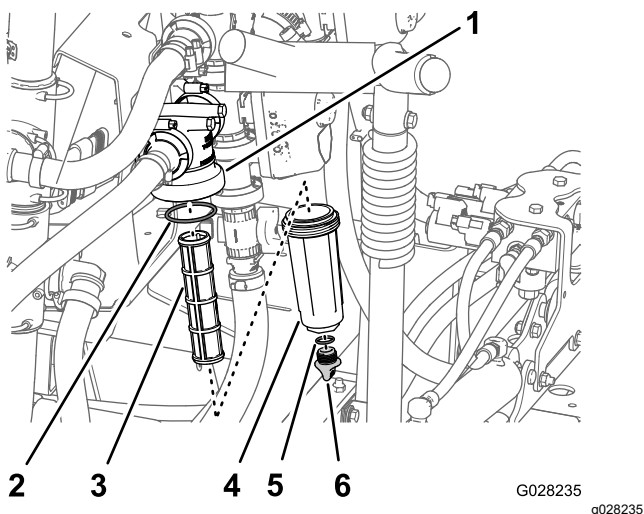

Figura 44
2. Coloque un recipiente de drenaje debajo del filtro de presión (Figura 44).
3. Gire el tapón de vaciado en sentido antihorario y retírelo de la cubeta del filtro de presión (Figura 44).
4. Enrosque la cubeta en sentido antihorario y retire la cabeza del filtro (Figura 44).
5. Retire el elemento del filtro de presión (Figura 44).
7. Inspeccione la junta del tapón de vaciado (situada dentro de la cubeta) y la junta de la cubeta (situada dentro de la cabeza del filtro) en busca de daños o desgaste (Figura 44).
8. Instale el elemento del filtro de presión en la cabeza del filtro (Figura 44).
9. Instale la cubeta en la cabeza del filtro, y apriétela a mano (Figura 44).
10. Coloque el tapón de vaciado en el acoplamiento inferior de la cubeta, y apriete el tapón a mano (Figura 44).